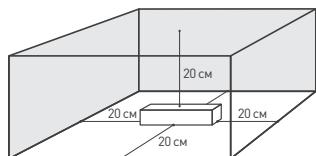
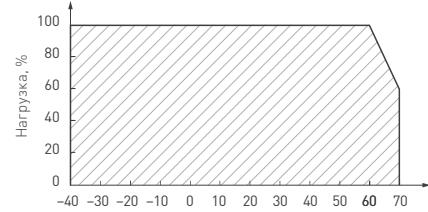

Рис. 2. Свободное пространство вокруг источника
Рис. 3. Максимальная допустимая нагрузка, % от мощности источника
- ↗ температура окружающего воздуха от –40 до +70 °C (см. график зависимости максимальной допустимой нагрузки на источник питания от температуры окружающей среды на рис. 3);
- 4.3. Для естественной вентиляции обеспечьте не менее 20 см свободного пространства вокруг источника питания, как изображено на рис. 2. При невозможности обеспечить свободное пространство используйте принудительную вентиляцию. В случае установки в ограниченном пространстве (например, лайтбокс или профиль) предусмотрите обеспечение требуемого температурного режима источника питания согласно рис. 3.
- 4.4. Не нагружайте источник питания более чем на 80% от его максимальной мощности. Учитывайте, что с повышением температуры окружающей среды максимальная мощность источника питания снижается, см. график зависимости на рис. 3.